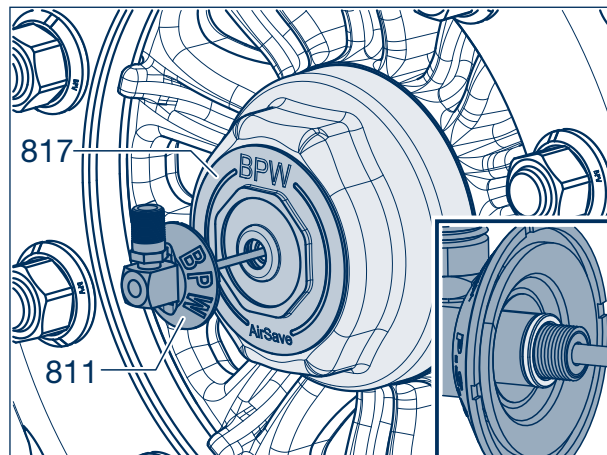

Bild 4
- [7] Kontrollera att rotorns mjuka tätningsring sitter korrekt vid gängans ände, tryck upp den vid behov mot stoppet (bild 4, infälld bild).
- [8] För in rotorn i adaptern (817) på navkapseln och statorn (821) i axeltappen och tryck tills kontakt uppnås.